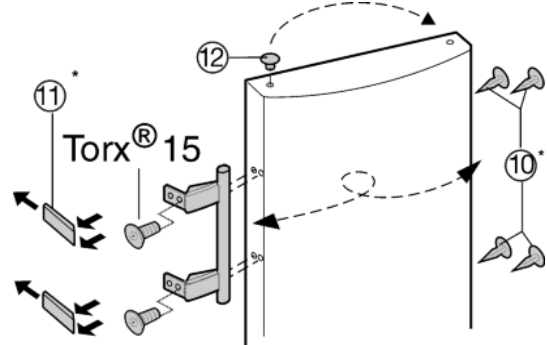

Fig. 7
- ▶ Til de stop Fig. 7 (12) uit de deurlagerbus en plaats hem om.
- ▶ Monteer deurgreep, stop Fig. 7 (10) en drukplaten Fig. 7 (11) af en monteer ze aan de tegenoverliggende kant.